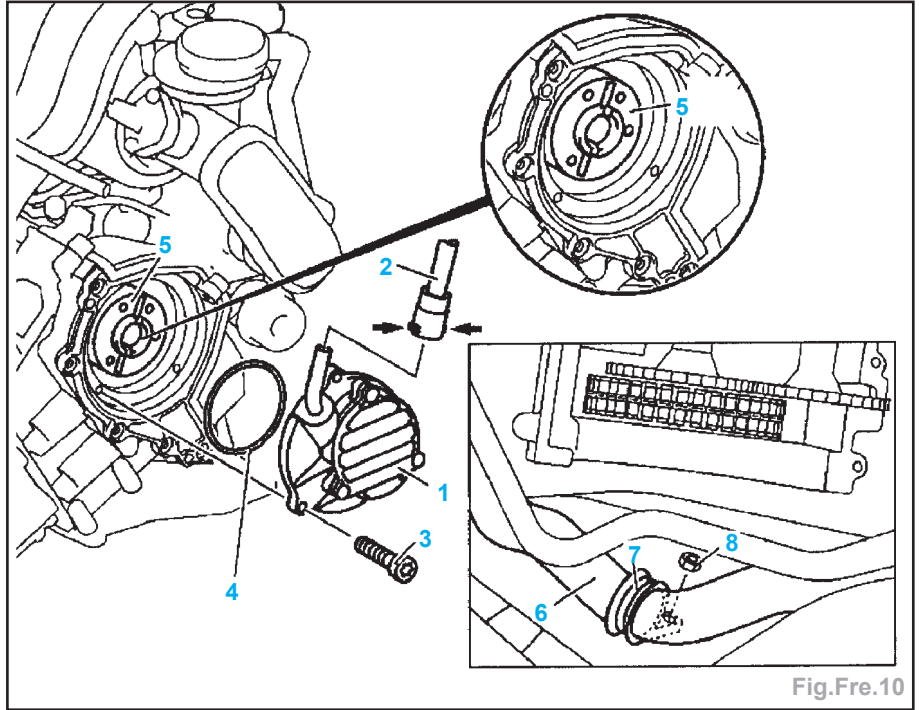

Fig.Fre.10
- Détacher la durite de refroidissement (6) se trouvant sur le côté à droite dans le compartiment moteur, contre la carrosserie (Fig.Fre.10).
- Démontez la conduite de dépression (2) du servofrein sur la pompe à vide (1).
- Déposer les vis (3), puis la pompe à vide.
- Remplacer le joint (4).